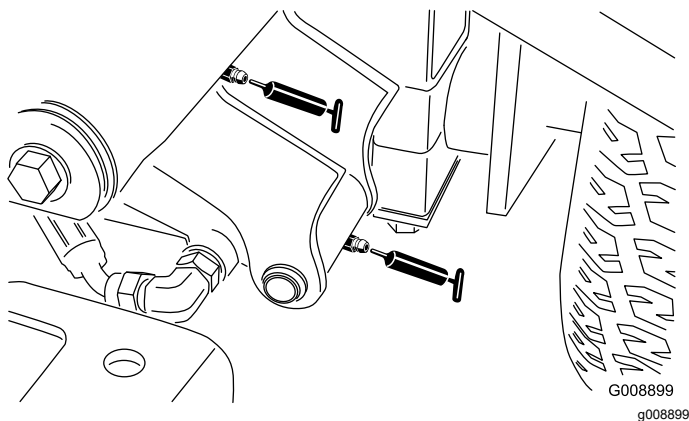

Figura 61
- Perno del braccio di sollevamento sinistro anteriore e cilindro di sollevamento (2 raccordi - Figura 61)